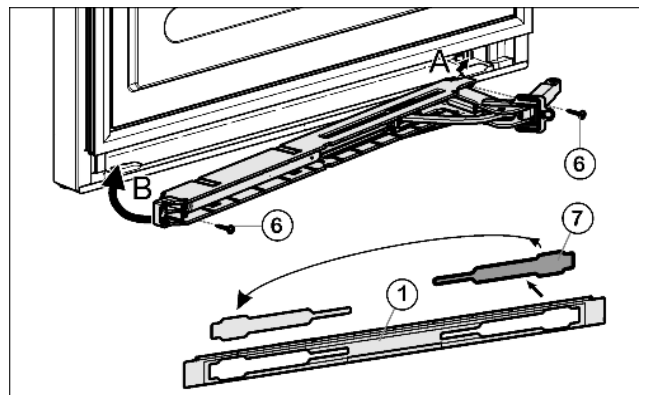

Fig. 12
- ▶ Suelte la cubierta *Fig. 12 (7)* del panel *Fig. 12 (1)* y vuélvala a colocar en el otro lado.
- ▶ Enganche (A) la unidad de amortiguador de cierre con la articulación orientada hacia el lado de la bisagra y gírela hacia dentro (B).
- ▶ Atornille la unidad de amortiguador de cierre (2 Torx 15) *Fig. 12 (6)*.